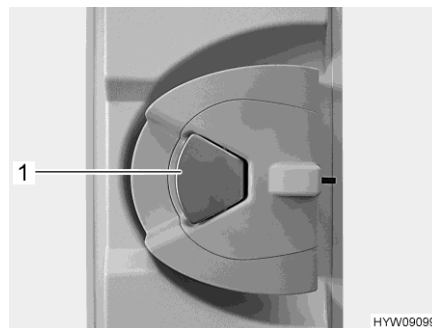

Fig. 30 Serrure de la porte (porte cellule à l'intérieur)
- Quand la serrure de la porte est verrouillée : Tirer une fois sur la poignée de la porte (Fig. 30,1). La porte est déverrouillée.
- Tirer sur la poignée de la porte (Fig. 30,1). La porte est ouverte.
- Appuyer sur la poignée de la porte (Fig. 30,1).